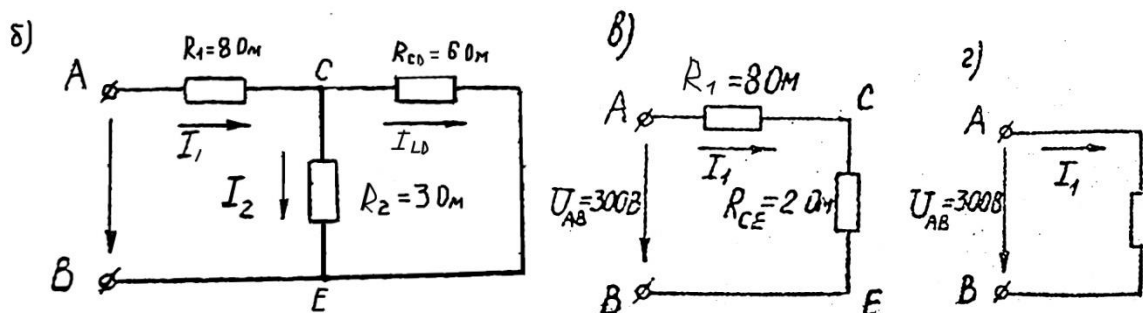

Рис. 1
- 3) Находим эквивалентное сопротивление всей цепи R_{AB} (рис. 1, г):